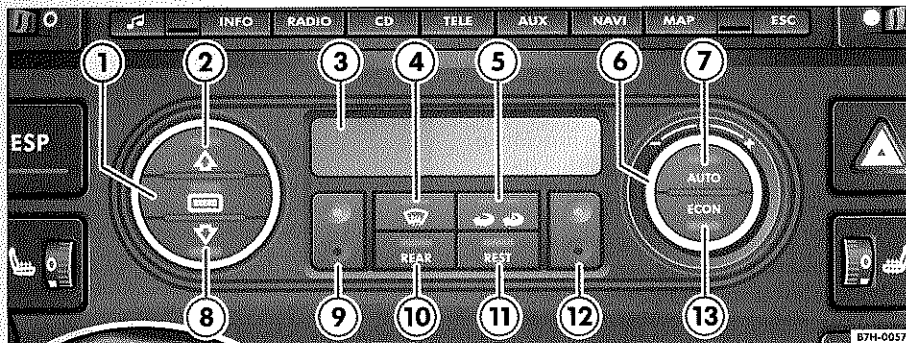

Fig. 10 3C-Climatronic: mandos delanteros en el tablero de instrumentos
Presione una de las teclas de distribución de aire ⇒ fig. 10 ①, ② u ⑧ o una de las teclas de temperatura ⑤ o ⑫. La luz amarilla de la tecla [AUTO] se apaga. La temperatura se sigue regulando.
Cuando se conecta esta función ⇒ página 16, fig. 10 , una bomba de agua envía el calor residual del motor hacia la calefacción. Esta función se desconecta automáticamente transcurridos 30 minutos, o cuando la batería se descarga excesivamente.
– Pulse la tecla ⇒ página 16, fig. 10 para conectar o desconectar la recirculación de aire. Dependiendo de la versión de mandos delanteros del 3C-Climatronic, en cuanto se active la función o bien, se enciende el testigo amarillo en la tecla situada encima del símbolo ⁷⁾, o bien aparece el símbolo en la pantalla.
– Pulse la tecla ⇒ página 16, fig. 10 para activar o desactivar la recirculación automática de aire. Dependiendo de la versión de mandos delanteros del 3C-Climatronic, en cuanto se active la función, o bien se enciende un testigo amarillo en la tecla situada encima del símbolo ⁷⁾, o bien aparece el símbolo en la pantalla.